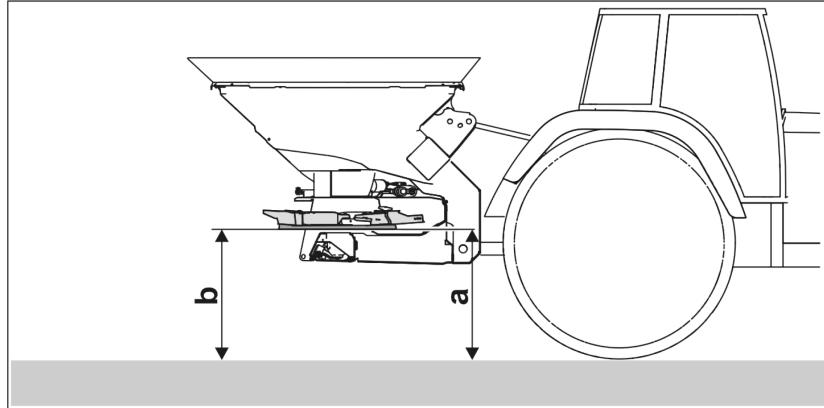

Рис. 44
Для желаемой **нормы внесения удобрений** установите требуемое **положение заслонки** с помощью обоих рычагов (Рис. 44/1).
2. Откройте фиксатор (Рис. 44/1).
3. Найдите требуемое положение заслонки по шкале (Рис. 44/2).
4. Установите указатель (Рис. 44/4) от стрелки регулировочного рычага (Рис. 44/5) на значение шкалы.